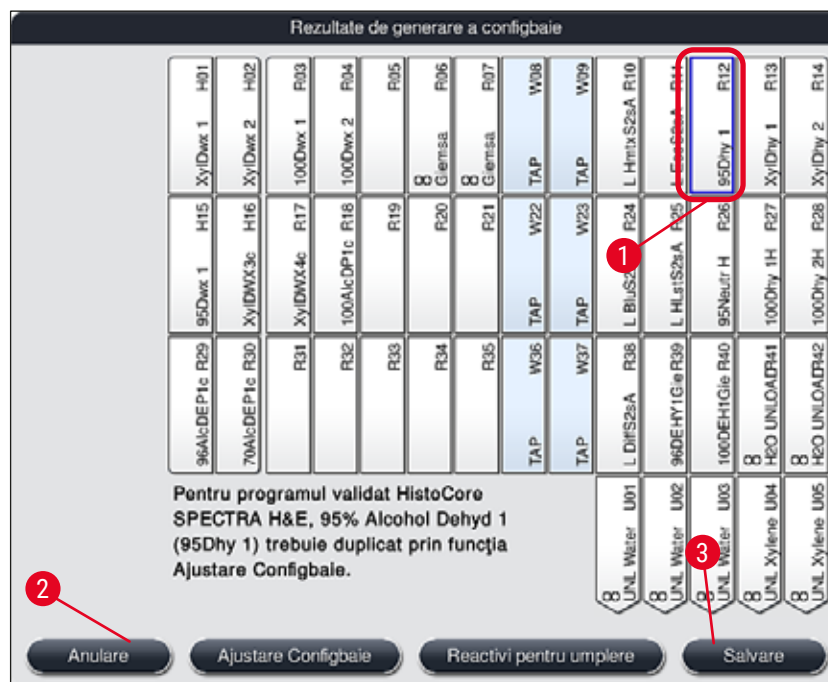

Fig. 53
- După ce software-ul calculează Configbaie folosind programele prioritare, utilizatorul obține o prezentare generală a rezultatelor afișate pe ecran (→ "Fig. 53").
- Dacă programele Leica nu au fost integrate în Configbaie, afișajul (→ "Fig. 53") se abate de la cel indicat (nu este ilustrat). În acest caz, reactivii pot fi încărcăți așa cum este descris în (→ P. 83 – Umplerea reactivilor).